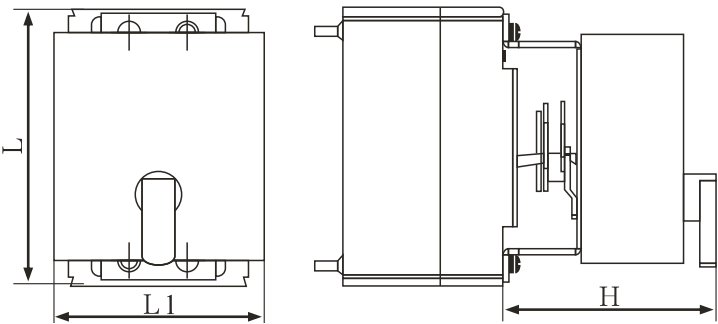

图2a DZ20-100
- (1)电动操作机构安装在断路器上经调试合格后一起出厂，用户在安装断路器时若要拆卸电机，一定要在原处先做标记，然后再拆，再将电机装上时按标记位置装上；
- (2)电动操作机构的外形尺寸见图2a、2b、及表3；